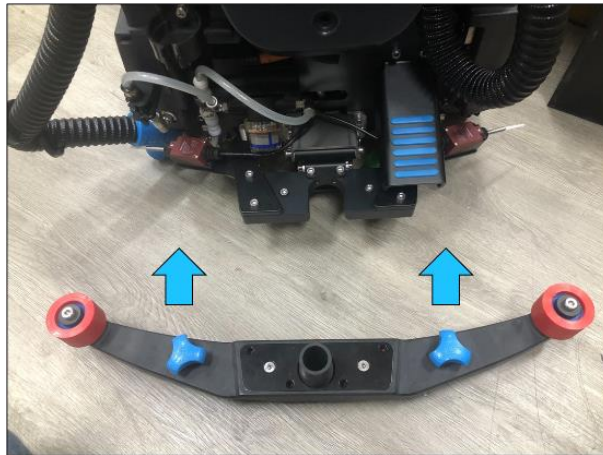

FIGURE 2-11
1. Alignez le logement de la raclette avec le support de la raclette. (Fig. 2-11)